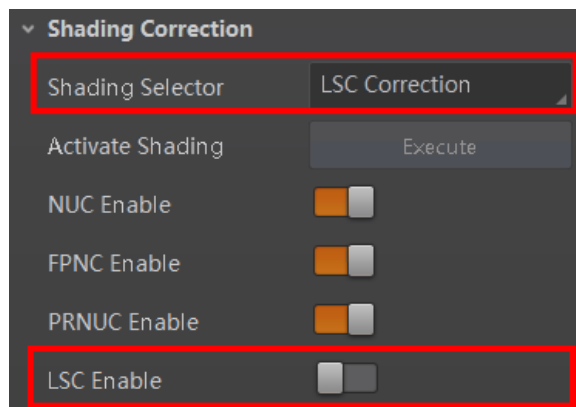

图7-39 自动校正图像
3. 勾选 *LSC Enable* 参数，使能校正功能，如图 7-39 所示。